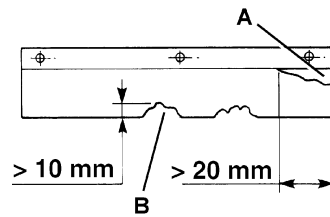

Figure 12
3. Dévisser les pommeaux (23) et (21) et enlever les portillons droit (22) et gauche (20).
4. Contrôler l'intégrité des volets latéraux (13 et 14). Remplacer les volets en présence de coupures (A, Fig. 12) supérieures à 20 mm ou de déchirures (B) supérieures à 10 mm (pour le remplacement des volets, se référer au Manuel d'entretien).
8. Contrôler l'intégrité des volets avant (15) et arrière (16). Remplacer les volets en présence de coupures (A, Fig. 12) supérieures à 20 mm ou de déchirures (B) supérieures à 10 mm (pour le remplacement des volets, se référer au Manuel d'entretien).